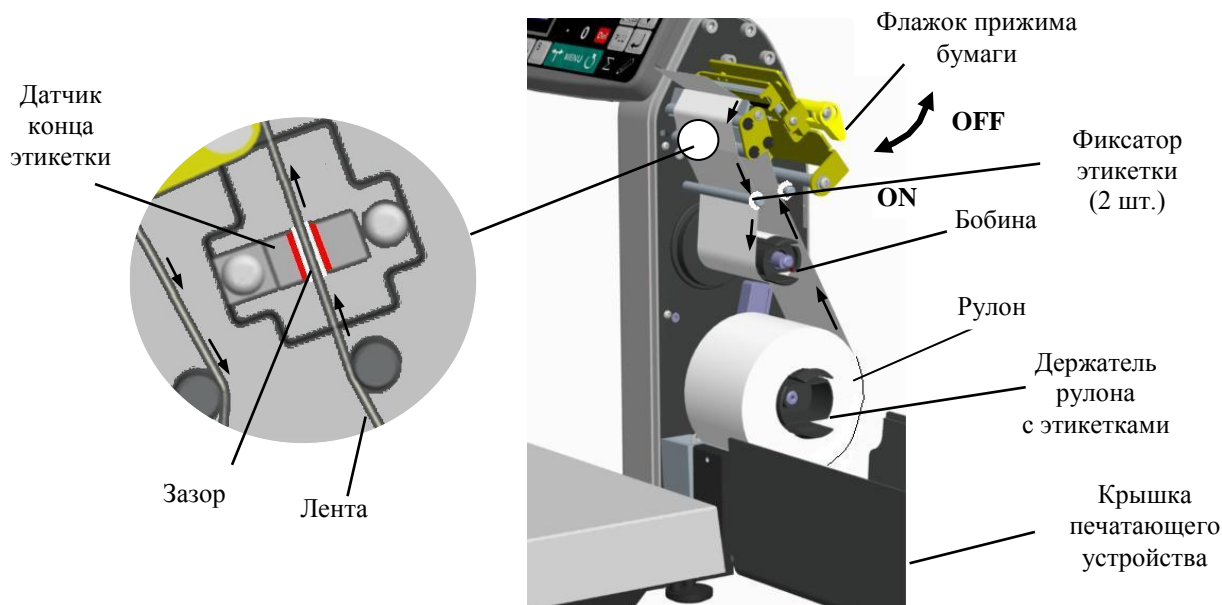

Рис. 2.6 – Установка рулона в терминалы RL и R2L
- Открыть крышку печатающего устройства (Рис. 2.6).
Лента должна проходить между направляющими валиками и через зазор датчика конца этикетки, см. Рис. 2.6.